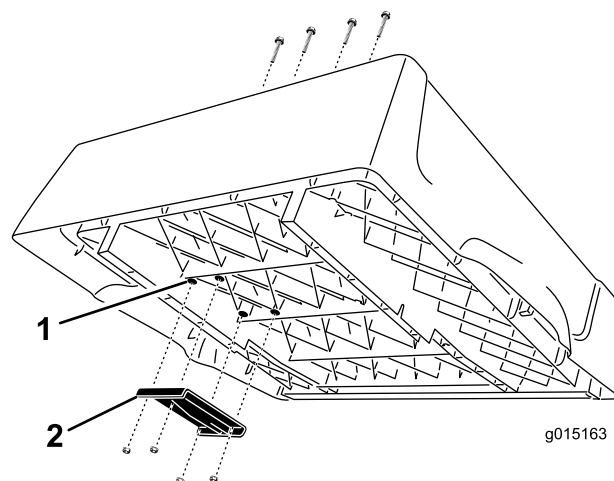

Bild 4
1. Ermitteln Sie die vier Ansätze unten an der Pritsche an der rechten Seite (Bild 4). Bohren Sie mit einem Bohrer und einer Bohrspitze von 3/8 Zoll vorsichtig durch die Ansätze, um vier Löcher in den Boden der Pritsche zu bohren.
2. Befestigen Sie die obere Hubhalterung mit vier Kreuzschrauben ((3/8 x 2-1/2 Zoll)) und Bundsicherungsmuttern (Arretierung) ((3/8 Zoll)) an der Unterseite der Pritsche. Positionieren Sie die Halterung wie in Bild 4 dargestellt.